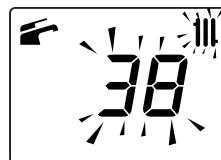

Рисунок 2.7
- установленное значение температуры воды для отопления и символ мигают; фон дисплея освещен (Рисунок 2.7).
- установленное значение температуры воды в системе горячего водоснабжения и символ  мигают; фон дисплея освещен (Рисунок 2.7).